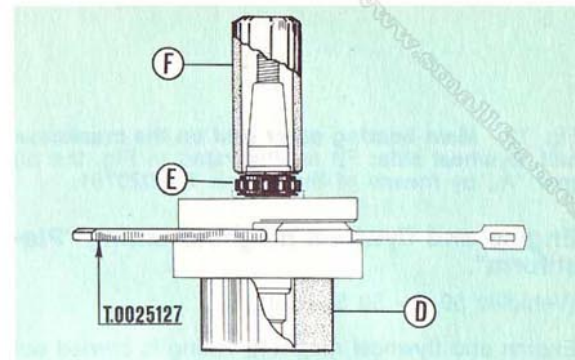

Fig. 69
Fig. 69 - **Inner ring of the roller main bearing** (Vespa 125 Primavera - 125 Primavera ET3): Place the crankshaft (clutch side) on the base "D" of a suitable height and with the central hole \varnothing 35 mm. (1" .38).
N. B. - When fitting the inner ring "E" insert between the crank halves the proper wedge T. 0025127 to avoid crankshaft deformations (see fig. 69).
Fig. 69 - **Anillo int. cojinete de rodillos cigüeñal** (Vespa 125 Primavera - 125 Primavera ET3): Introducir el cigüeñal lado embrague sobre una base de apoyo "D., con \varnothing int. 35 mm.; montar la pista int. "E., calentada en baño de aceite a 100° C, del cojinete de rodillos sobre el cigüeñal (lado volante) empleando como puntero "F., un trozo de tubo con \varnothing int. 22 mm.
N. B. - Durante el montaje de la pista "E., introducir la cuña T. 0025127 entre los semicigüeñales para evitar deformaciones en el cigüeñal, (ver fig. 69).